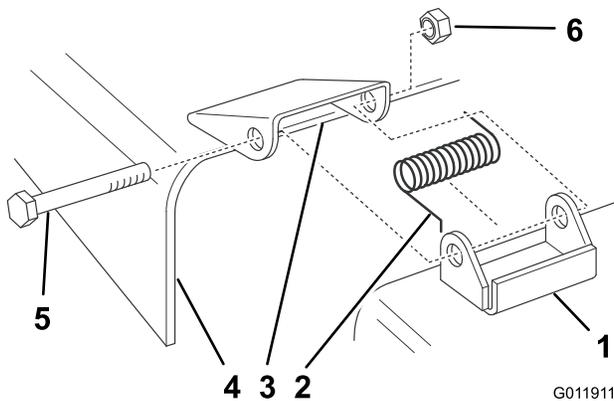

Bild 3
1. Setzen Sie die Federn in die Mähwerkhalterungen, und zwar mit den Hakenenden über der erhobenen Rückseite (Bild 3).
2. Fluchten Sie das Ablenkblech mit den Löchern in den Halterungen und den geraden Enden der Feder unter dem Scharnier sowie über dem Ablenkblech aus (Bild 3).
3. Befestigen Sie das Ablenkblech an der Halterung mithilfe von Schrauben durch das Ablenkblech, die Federn und Halterungen. Befestigen Sie sie mit Sicherungsmuttern (Bild 3).